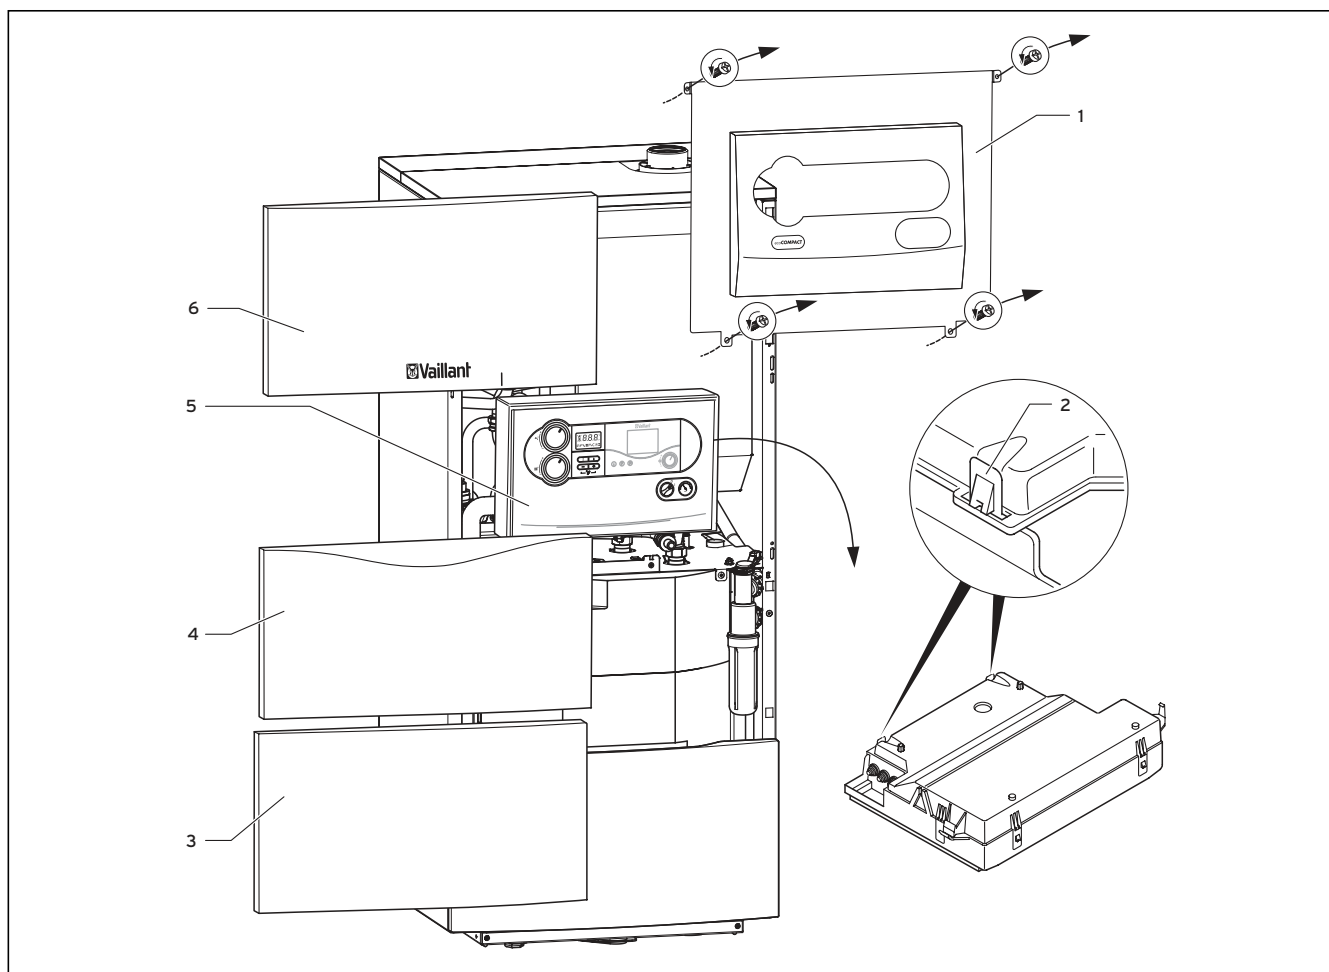

Рис. 5.6 Демонтаж обшивки прибора
При соединительной электропроводке соблюдайте следующий порядок действий, см. рис. 5.6:
- Проложите сетевой кабель к уровню подключений в распределительной коробке, как показано на рис. 5.6.
- Закрепите провода посредством приспособления для разгрузки провода от натяжения (1).
- Подключите сетевой кабель к предусмотренным для этого клеммам L, N и L системы ProE (2).